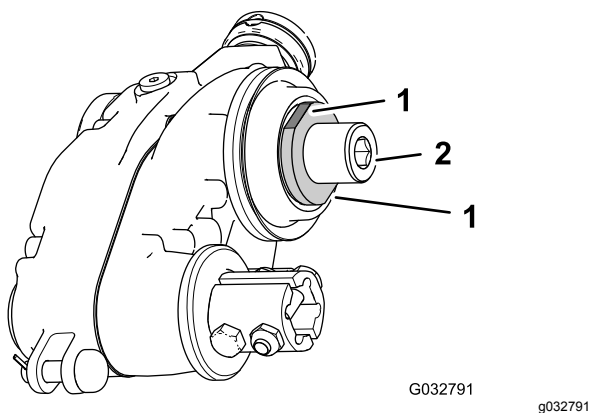

Figure 12
**Remarque:** Lorsque vous serrez l'adaptateur de cylindre et l'arbre du boîtier d'entraînement, immobilisez l'arbre en plaçant une clé sur les méplats sur le côté intérieur du boîtier d'entraînement du groomer (Figure 12).